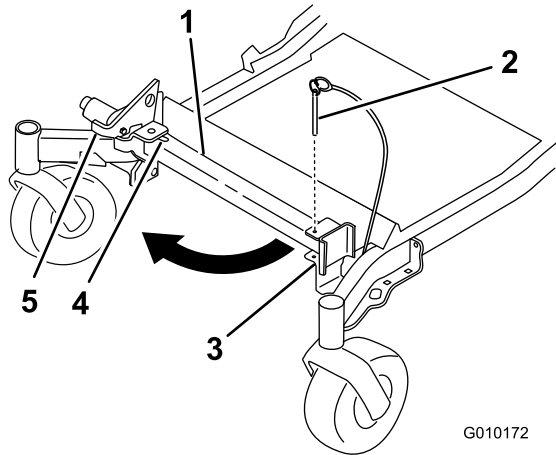
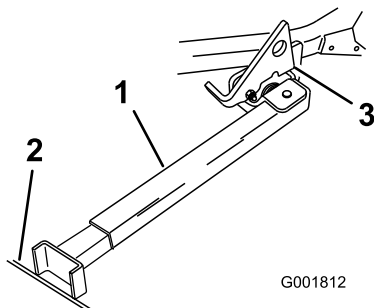

Bild 38
Bild 39
2. Nehmen Sie den Halterungsstift ab (Bild 38).
3. Heben Sie den Riegel an. Drehen Sie den Ständerfuß nach vorne heraus und schieben Sie den Ständer zur Maschine in den unteren Schlitz (Bild 38 und Bild 39).
4. Stellen Sie den Fuß auf den Boden und lassen Sie den Riegel auf der Drehlasche aufliegen (Bild 39).
Hinweis: Stellen Sie den Ständerfuß am besten in Risse auf Gehwegen oder in der Rasenfläche (Bild 39).
6. Fahren Sie auf den Stand auf. Halten Sie an, wenn der Riegel über die Lasche in die arretierte Stellung einrastet (Bild 39). Stellen Sie nach dem Auffahren
5. Stellen Sie den Ständer wieder in die Ruhestellung (Bild 38).